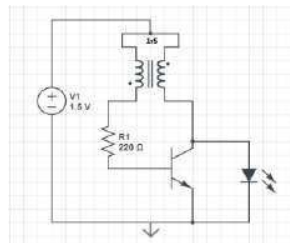

Figura 3. Diagrama de un circuito para prender un led con bajo voltaje
1. Se construirá el circuito de la figura 3.